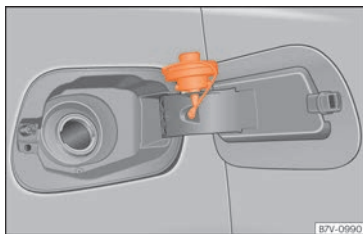

Abb. 280 Tankklappe mit aufgestecktem Tankverschluss.
- Platzieren Sie den Verschluss in der Ausparung, die sich im Scharnier der geöffneten Tankklappe befindet »» **Abb. 280**.